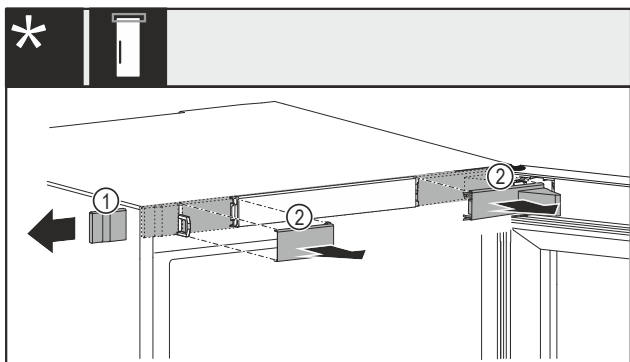

Fig. 14 S mechanickým nebo elektrickým zámkem*
- Opatrně sejměte kryt Fig. 14 (1) ze strany.*
- Opatrně sejměte kryty Fig. 14 (2) směrem dopředu.*